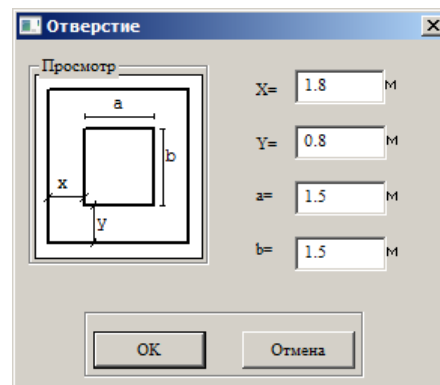

Рис.15.2.5. Окно диалога **Отверстие**
- в окне диалога **Отверстие** (рис.15.2.5) задайте следующие параметры: